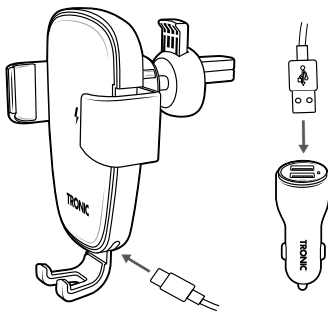

Abb. 1
- ♦ Verbinden Sie die Kfz-Halterung über das Ladekabel **11** mit dem Kfz/USB-Adapter **10**, siehe Abb. 1.